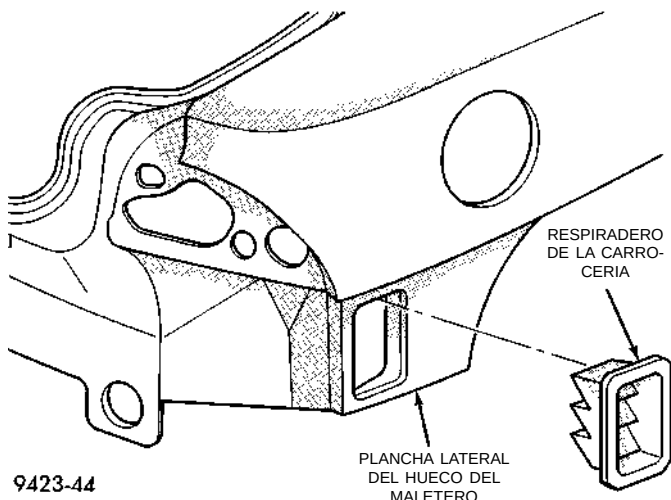

Fig. 71 Respiradero de la carrocería
(2) Desde detrás de la placa protectora del para-choques trasero, debajo del panel del cuarto trasero, desacople los collarines que sujetan el respiradero de la carrocería al hueco del maletero.
(3) Separe el respiradero de la carrocería del vehículo (Fig. 71).